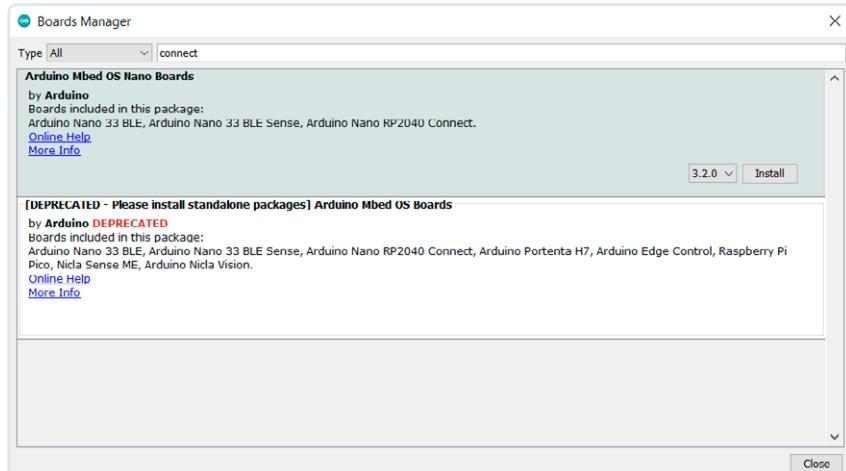

Figure 3. Utilisez le gestionnaire de cartes de l'EDI pour installer le support pour l'Arduino Nano RP2040 Connect.
2. En utilisant le gestionnaire de cartes de l'EDI Arduino (Outils → Type de carte Gestionnaire de cartes...) installez le paquet de cartes « Arduino Mbed OS Nano Boards » (j'ai utilisé la version 3.2 ; voir **figure 3**).